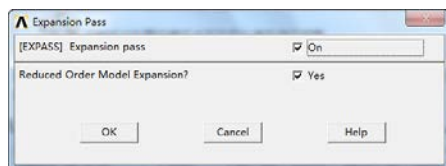

图 10-3 扩展模态选项
(1) Expansion Pass On/Off [EXPASS]: 选择 ON (打开)。
(2) No. of Modes to Expand [MXPAND]: 指定要扩展的模态数, 默认为不进行模态扩展, 其对应的对话框如图 10-3 所示。